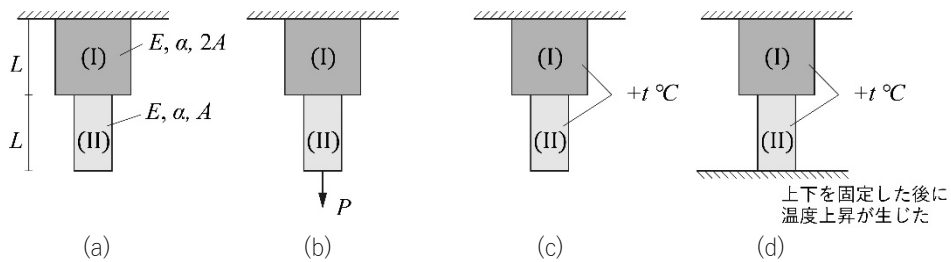

図 1
1. 図 1(a)に示すように、長さ L 、弾性係数 E 、および線膨張係数 α が等しい、断面積の異なる 2 本の棒部材 I および II を、図心が一致するように縦方向に直列接続し、上端を天井に固定して吊り下げた状態を考える。このとき、以下の問いに答えよ。ただし、棒部材 I および II の断面積はそれぞれ $2A$ と A である。
- 図 1 (b)に示すように棒部材 I の図心に鉛直下向きに集中荷重 P が作用するとき、棒部材 I および II に作用する応力 σ_I および σ_{II} を図 1 (a)に示す変数を用いて答えよ。ただし、引張を正とする。
- 図 1(c)に示すように棒部材 I および II が $t^\circ\text{C}$ の温度上昇があったとき、棒部材全体の伸び ΔL_t を答えよ。ただし、図 1 (b)に示す集中荷重 P は作用していないことに留意せよ。
- 図 1(d)に示すように、棒部材 I と II の上下を固定した状態で、棒部材 I および II が $t^\circ\text{C}$ の温度上昇があったとき、棒部材 I および II に作用する応力 σ_{tI} および σ_{tII} を答えよ。ただし、引張を正とする。